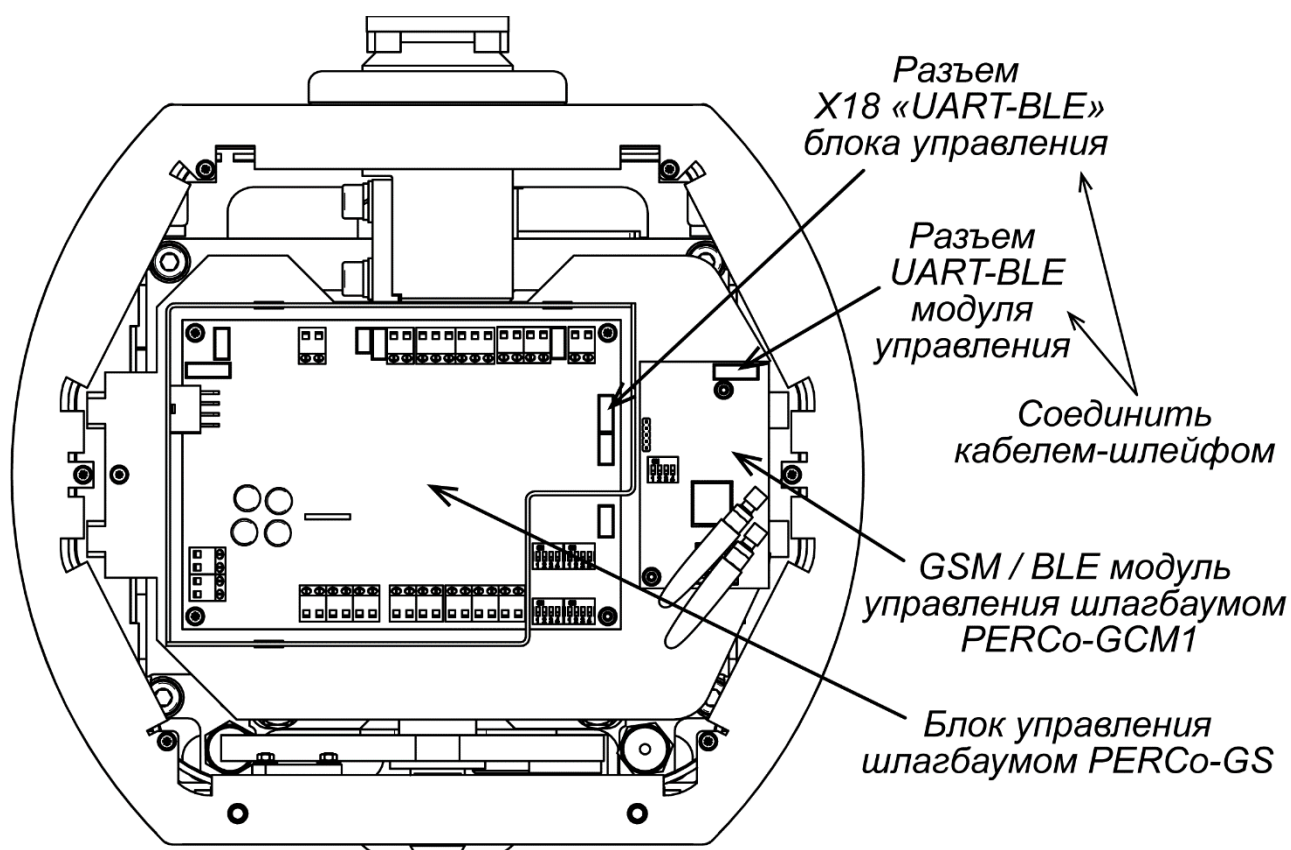

Рисунок 3. Схема подключения модуля управления к блоку управления шлагбаума
6. Соедините плату модуля управления с платой блока управления шлагбаума при помощи кабеля-шлейфа UART-BLE из комплекта поставки (см. рис. 3).